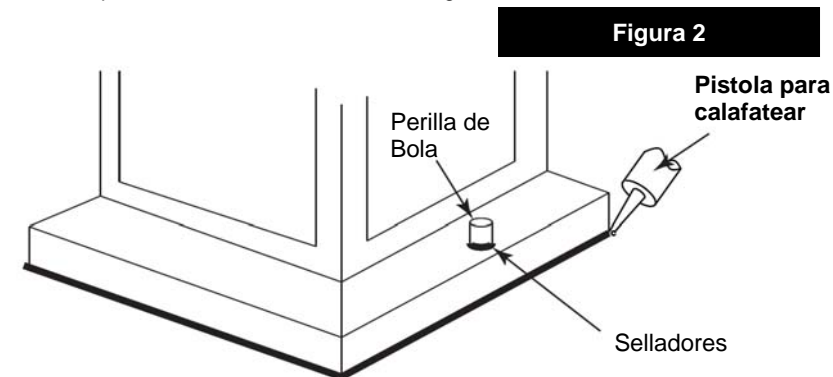

Figura 2
1. Conecte el cable de alimentación positiva (A) (normalmente negro el lado no marcado suave del cable de dos conductores) de plomo accesorio positivo (B) con un giro de tamaño apropiadamente conector – **Véase la Figura 2 y 3**.
2. Conecte el cable de alimentación negativa (C) (por lo general de color blanco o el lado marcado estriado del cable de dos conductores) de plomo accesorio negativo (D).
Loop alambre de tierra (E) (generalmente de cobre o verde recubierto de plástico) debajo de la cabeza del tornillo de tierra (S) en la brida de montaje accesorio (M) y conectar con el extremo suelto del cable de tierra luminaria directamente al cable de tierra del sistema de construcción con un tamaño adecuado twist-conectores – **Véase la Figura 2**.
Después asegurar fijo en su lugar, se recomienda que la distancia entre la parte superior y la base de montaje del accesorio se sellará con cualquier buen masilla impermeable de calidad o sellador de silicona (no incluido). También se recomienda que una pequeña capa de masilla o sellador de ser sometidos a los mandos de bolas utilizadas para montar accesorio – Véase la Figura 2.